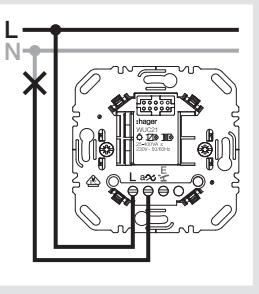

Figure 3 : module de commutation 1 voie
- Raccorder le module de commutation et, en option, les postes secondaires conformément au schéma de branchement (figures 3 à 6).